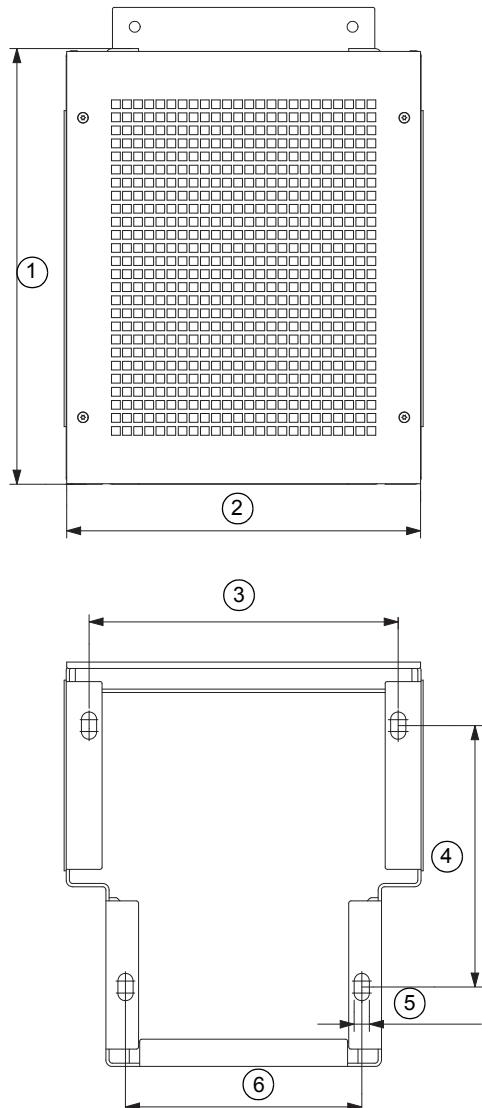

Fig. 6 Gabarit de perçage du socle
1. Marquer l'emplacement des orifices de montage sur le sol. Voir fig. 6.